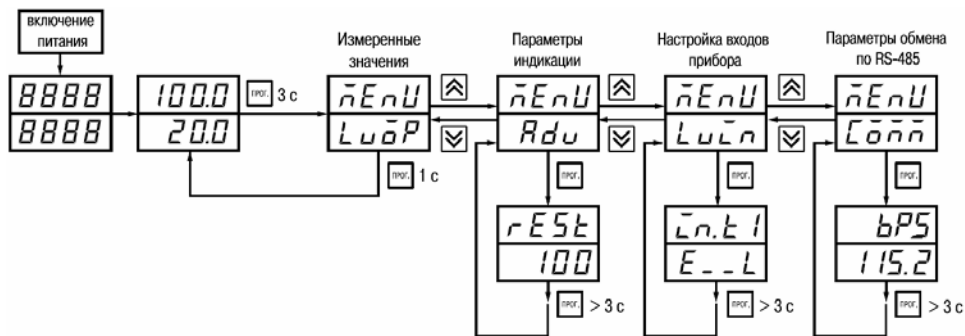

Рисунок 7.1
7.1.2 Основные параметры прибора ТРМ200 объединены в 4 группы *LuõP*, *Rdu*, *LuĪn* и *ĪõĪĪ*, составляющие меню прибора (рисунок 7.1). Полный список программируемых параметров приведен в приложении Б.